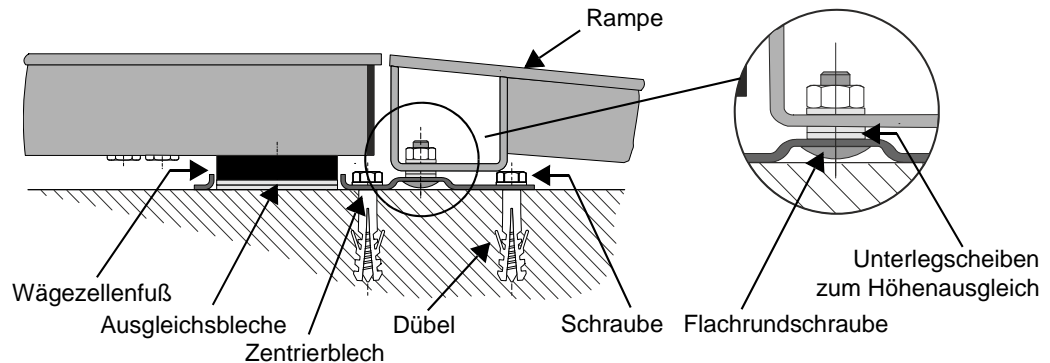

Abb. 7 Bodenwaage mit Rampe (Seitenansicht)
*Dazu die Wägebrücke an jeder Ecke anheben. Zentrierbleche so unter die Waage legen, dass sich die Wägezellenfüße mittig in den Aufnahmen der Zentrierbleche absetzen (siehe Abb. 7, S. 17).*
Hierzu die Waagezellenfüße mit Ausgleichsblechen unterlegen (siehe Abb. 7, S. 17). Damit die Waagezellenfüße noch in den Aufnahmen der Zentrierbleche gehalten werden, dürfen maximal 3 Ausgleichsbleche je Fuß verwendet werden (max. 6mm).
Der Höhenausgleich zur Wägebrücke erfolgt durch Unterlegen der Unterlegscheiben (siehe Abb. 7, S. 17).